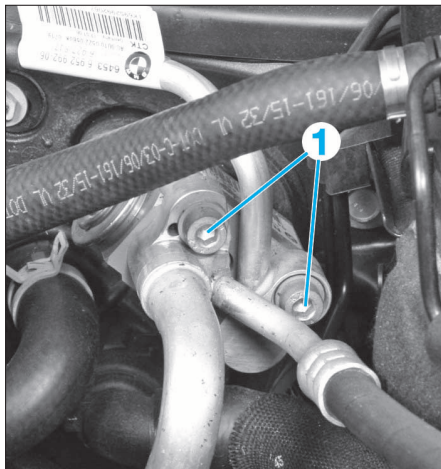

FIG. 22
- Déposer les vis (1), retirer les conduites de fluide frigorifique et les poser de côté après les avoir obturé (Fig.22).